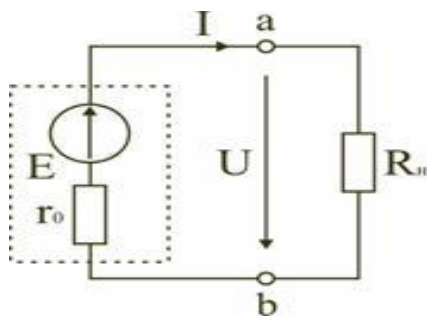

Рис. 1.14
**Реальный источник ЭДС** (рис. 1.14) имеет внутреннее сопротивление  $r_0$ , равное внутреннему сопротивлению реального источника. Стрелка в кружке указывает направление возрастания потенциала внутри источника ЭДС.